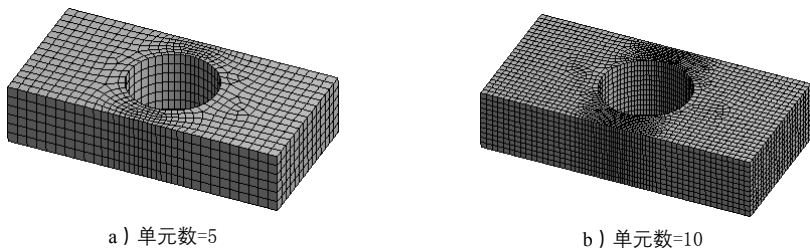

图 5.2.15 不同 Num Cells Across Gap 参数下的效果
- ◆ **Num Cells Across Gap** 文本框 (单元交叉间隙数): 用于设置单元交叉间隙参数, 值越大, 在结构近接处的网格被划分得越细致。设置该参数对网格划分的影响如图 5.2.15 所示。